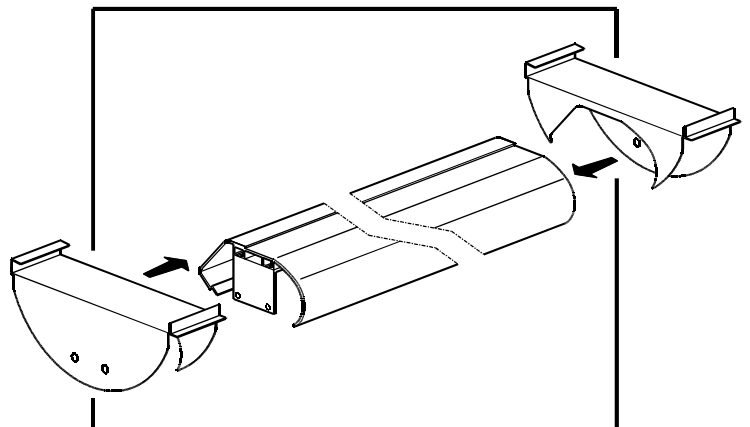

FIG. 7
- Inserire le testatine in acciaio inox sulla plafoniera (FIG. 7 pag. 2).
- Fit the end covers in stainless steel on the canopy (FIG. 7 page 2).